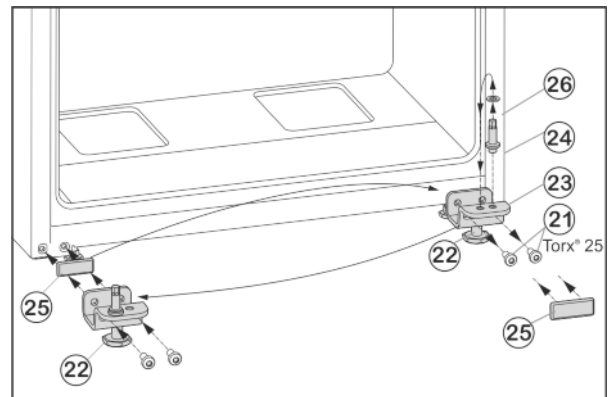

Fig. 8
► Befestigungsschrauben Fig. 8 (21) abschrauben.
► Lagerbock unten Fig. 8 (23) komplett mit Lagerbolzen Fig. 8 (24), Scheibe Fig. 8 (26) und Stellfuß Fig. 8 (22), abnehmen.
► Lagerbolzen Fig. 8 (24) komplett mit Scheibe Fig. 8 (26) abschrauben, in das gegenüberliegende Aufnahmeloch des Lagerbocks umsetzen und wieder festschrauben.
► Abdeckplatte Fig. 8 (25) vorsichtig abnehmen und auf die Gegenseite umsetzen.
► Lagerbock unten Fig. 8 (23) komplett, mit Lagerbolzen Fig. 8 (24), Scheibe Fig. 8 (26) und Stellfuß Fig. 8 (22) auf der neuen Scharnierseite ggf. mit Hilfe eines Akkuschraubers **fest (mit 4 Nm)** wieder anschrauben.
► Tür von oben auf Lagerbolzen Fig. 8 (24) aufsetzen.
- ▶ Stellfuß Fig. 8 (22) am Lagerbock unten Fig. 8 (23) herausdrehen, bis er auf dem Boden aufliegt.